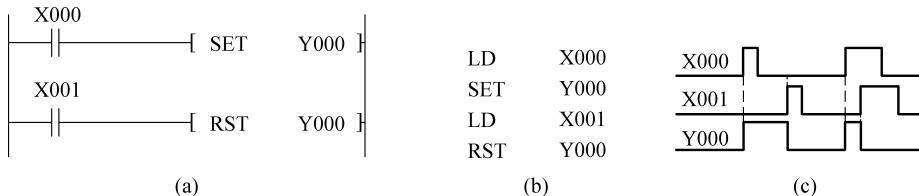

图 3-1-10 SET 和 RST 指令的应用
置位与复位指令的应用可用图 3-1-10 形象地说明。
(1) 在图 3-1-10(a)中,触点 X000 一旦闭合,Y000 得电;触点 X000 断开后,Y000 仍得电。触点 X001 一旦闭合,则无论触点 X000 闭合还是断开,Y000 都不得电,其波形如图 3-1-10(c)所示。
(2) 对同一软元件,SET、RST 可多次使用,顺序先后也可任意,但以最后执行的一行